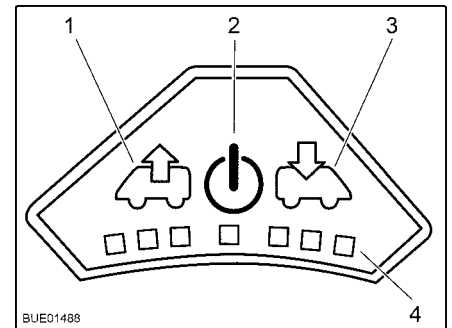

Bild 116 Fläktnöjning
- Slå på:** ■ Tryck på på/av-knappen (Bild 116,2). Fläkten går i komfortläge (vädring med lägsta fläktvarvtal).
- Avluftning:** ■ För att höja fläktvarvtalet: Tryck på vädringsknappen (Bild 116,1). Fläktvarvtalet i vädringsriktningen ökar en nivå. Lysdioderna (Bild 116,4) visar de olika nivåerna.
■ För att minska fläktvarvtalet: Tryck på ventilationsknappen (Bild 116,3). Fläktvarvtalet minskar en nivå.
- Ventilera:** ■ För att höja fläktvarvtalet: Tryck på ventilationsknappen (Bild 116,3). Fläktvarvtalet i ventilationsriktningen ökar en nivå. Lysdioderna (Bild 116,4) visar de olika nivåerna.
■ För att minska fläktvarvtalet: Tryck på vädringsknappen (Bild 116,1). Fläktvarvtalet minskar en nivå.
- Slå från:** ■ Tryck på på/av-knappen (Bild 116,2). Fläkten stannar och lamporna släcks.